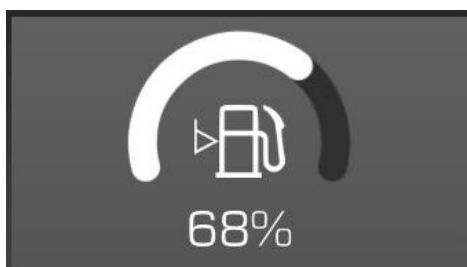

Рисунок 3.49. Уровень топлива в баке
- ▶ Считать показания дисплейного модуля о количестве топлива, находящегося в баке, рис. 3.49 (стр. «Панель приборов»).